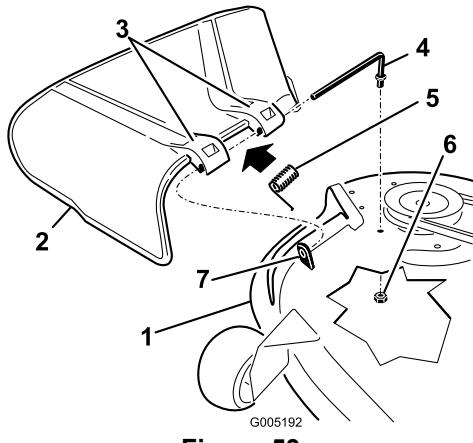

Figura 53
- Localice los elementos mostrados en la Figura 53.
- Retire la tuerca (3/8 pulg.) de la varilla (debajo del cortacésped) (Figura 53).
3. Deslice la varilla para retirarla del espaciador corto, de la arandela de freno interna, del muelle y del deflector de hierba (Figura 53). Retire el deflector de hierba dañado o desgastado.
4. Cambie el deflector de hierba y la arandela de freno interna (Figura 53).
6. Coloque el muelle sobre la varilla, con los extremos de los alambres hacia abajo, y entre los soportes del deflector de hierba. Deslice la varilla por el segundo soporte del deflector de hierba y por la arandela de freno interna (Figura 53).
7. Introduzca la varilla, en la parte delantera del deflector de hierba, por el espaciador corto de la plataforma. Fije el extremo trasero de la varilla en el cortacésped con una tuerca (3/8 pulg.) (Figura 53).